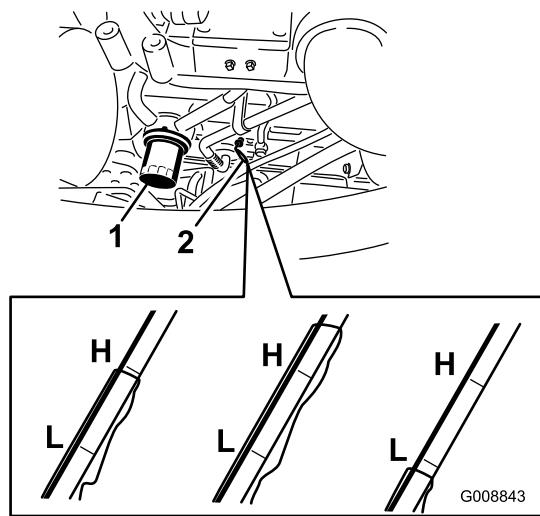

Figura 56
2. Retire la varilla (Figura 56), límpiela, vuelva a colocarla en el tubo y retírela de nuevo. El nivel de aceite debe llegar a la marca Lleno.
2. Retire el filtro de aceite (Figura 56). Aplique una capa ligera de aceite limpio al filtro nuevo antes de enroscarlo. **No apriete demasiado.**